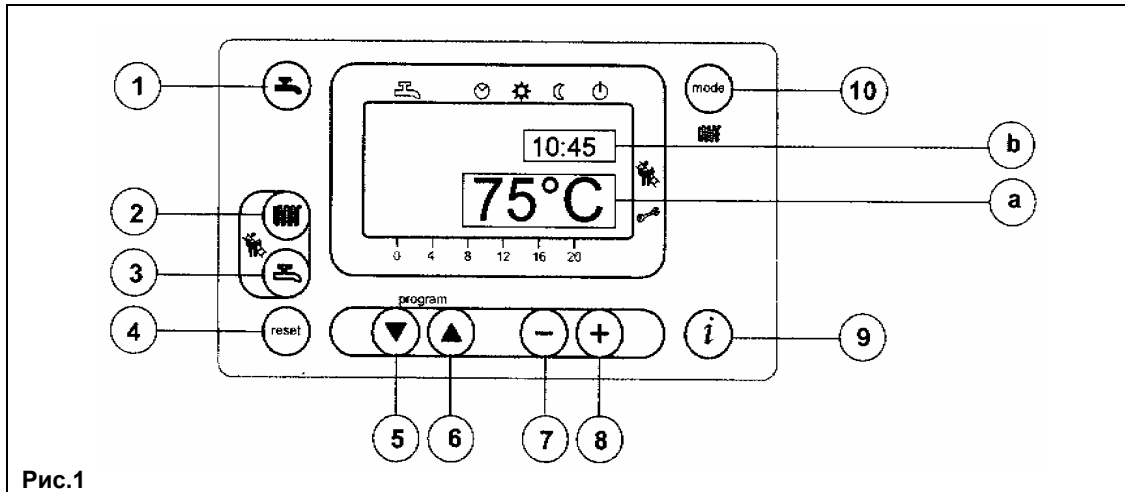

Рис.1
- Для установки значения температуры воды системы отопления нажмите кнопку  (поз. 2 Рис. 1);
- нажмите одну из кнопок   (поз. 1 или 10 Рис. 1) для запоминания значения и возврата в основное меню.
- Для установки максимального значения температуры воды системы ГВС нажмите кнопку  (поз. 3 Рис. 1);
На основном дисплее (Рис. 1а) одновременно с кодом неисправности высвечивается символ  (Рис. 4).